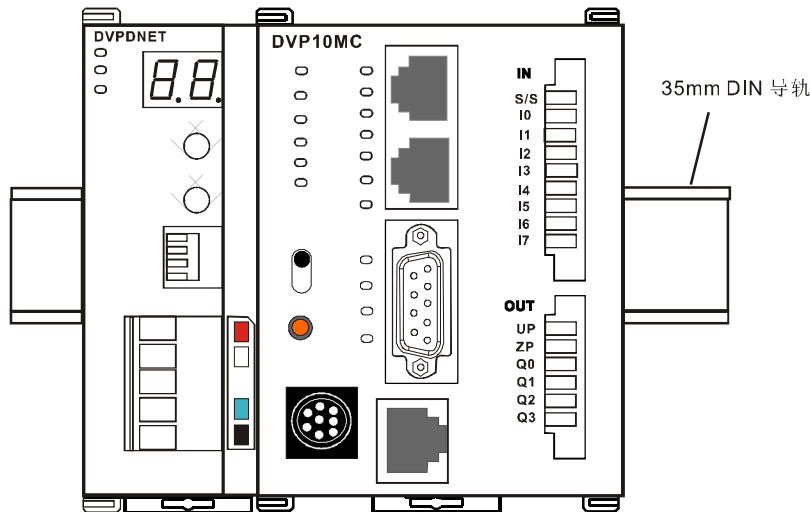

图 3.2.9
- Ø 压入 DVP10MC11T 主机及 DVPDNET-SL 模块的 DIN 轨固定扣，将 DVP10MC11T 主机及 DVPDNET-SL 模块固定在 DIN 导轨上，如图 3.2.9 所示。